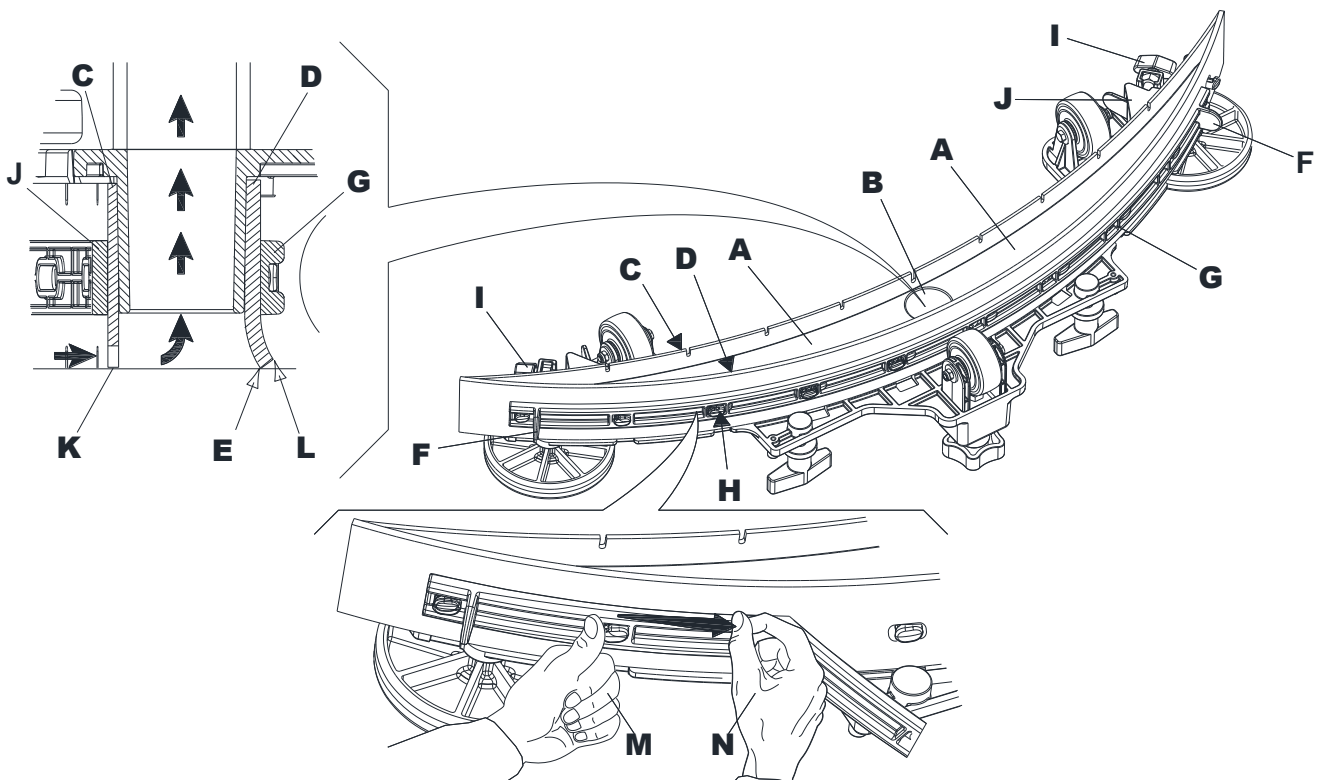

Abb. 14
3. Die Sterngriffe (13) lösen und die Sauglippe (11) entfernen.
4. Saugleiste abspülen und reinigen. Besonders den Schmutz und Abfälle von den Räumen (A, Abb. 14) und der Öffnung (B) beseitigen. Den Zustand der vorderen (C) und hinteren (D) Gummis prüfen; sie dürfen keine Schnitte oder Risse aufweisen, gegebenenfalls wie folgt austauschen.
2. Den Zustand der vorderen (C, Abb. 14) und hinteren (D) Gummis prüfen; sie dürfen keine Schnitte oder Risse aufweisen, gegebenenfalls wie folgt austauschen. Überprüfen, ob die Vordereckkante (E) des hinteren Wischblatts abgenutzt ist. Gegebenenfalls Wischblatt umdrehen und eine der drei unversehrten Kanten als Vorderkante verwenden. Falls die anderen Kanten ebenfalls abgenutzt sind, ersetzen Sie das Wischblatt, indem Sie wie folgt vorgehen:
- Mithilfe des Tabs (F) das elastische Band (G) an den Befestigungselementen (H) lockern und entfernen, dann das hintere Wischblatt (D) umdrehen oder auswechseln.
- Das Wischblatt in der umgekehrten Reihenfolge des Ausbaus einbauen. Das Gummiband (G) von einer Seite beginnend an den Befestigungselementen (H) festmachen. Jeweils an die Haltevorrichtungen binden, indem das Band vor dem Halten mit einer Hand (M) blockiert wird und es mit der anderen Hand (N) gezogen wird, um das Fixieren zu erleichtern.
- Sterngriffe (I) losdrehen, Halteband (J) abnehmen und vorderes Wischblatt (C) austauschen.
3. Sauglippe (11) montieren und Sterngriffe (13) festdrehen.
- Überprüfen, ob die Lippe (K) des vorderen Wischblatts (C) und die Lippe (L) des hinteren Wischblatts (D) wie in der Abbildung gezeigt auf dem Boden aufliegen.
- Eventuelle Einstellungen mit dem Drehgriff (24) vornehmen.